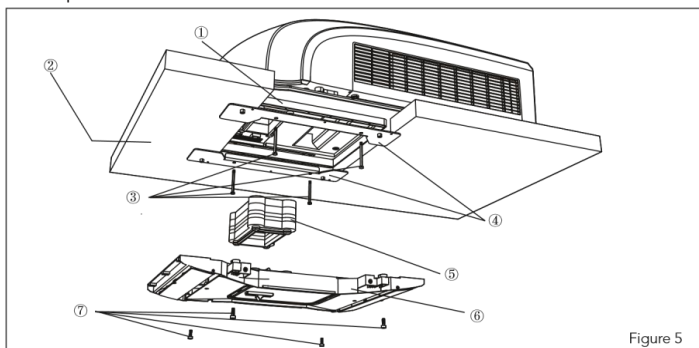

Figure 5
3. Lleve la unidad exterior a la parte superior del vehículo y alinéela con las aberturas de la parte superior del vehículo. Utilice 2 juegos de placas de montaje y 4 tornillos para montar la unidad exterior (Ver fig. 5).